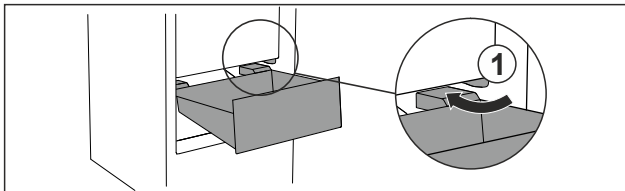

Fig. 102
- ▶ Far passare il cassetto intorno ai fermi Fig. 102 (1) inclinandolo.